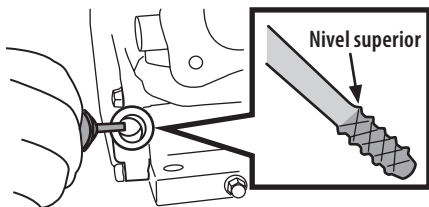

Figura 3
Mantenga el nivel del aceite cerca o ligeramente por debajo de la marca de nivel superior en la varilla de medición o al punto de desborde en motores sin varilla de medición (Figura 3).
1. Retire el tapón de llenado/varilla de medición de aceite y limpie bien la varilla (Figura 3).
3. Saque el tapón de aceite. Si el nivel es bajo, agregue lentamente aceite hasta que el nivel registrado esté en un punto intermedio entre alto (H) y bajo (L) (Figura 3).